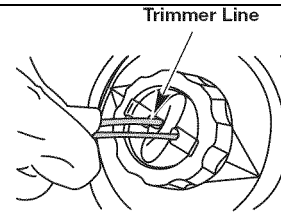

Рис. 17
2. Используя для замены леску длиной, примерно, 16 фунтов (3,2 м), диаметр **0.080' (2.03 мм)**, поместите два конца в отверстия на ударной кнопке до тех пор, пока концы лески появятся на внешней стороне в отверстиях, расположенных на крышке головки. Продолжайте проталкивать леску пока они достигнут видимости с обеих сторон головки приблизительно 6 фунтов (1,5 м), (Рис. 17).